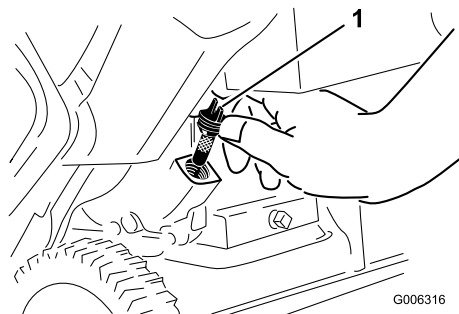

Figure 26
6. Nettoyez la surface autour du bouchon de remplissage (Figure 26).
7. Dévissez et retirez le bouchon de remplissage (Figure 26).